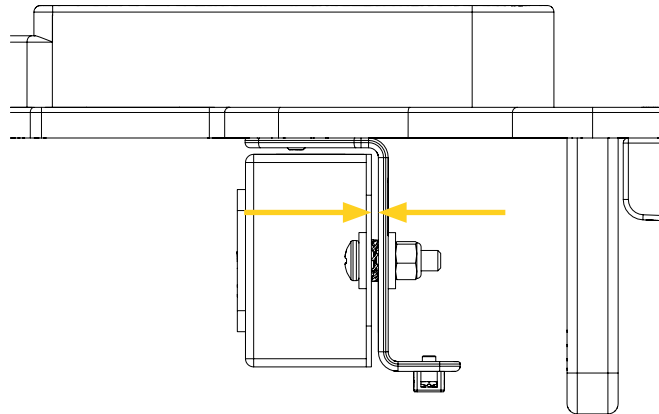

Figure 9: Fixation de la barre d'alimentation avec la nouvelle visserie (1 de 2 vis illustrée)
6. Serrer les vis jusqu'à ce que les dents de la rondelle à denture mordent dans les deux surfaces à l'aide deux (2) écrous hexagonaux 1/4 po-20 et d'un tournevis Phillips #2, en comprimant complètement la rondelle à denture afin d'assurer qu'un circuit électrique circule entre la barre d'alimentation et le support de fixation (Figure 9).